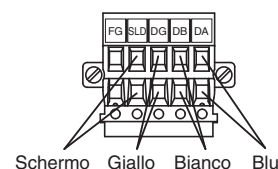

Fig.1
- (1) Assicurarsi di collegare i cavi di segnale ai rispettivi terminali (fare riferimento alla fig. 1). Fissare correttamente in base a una coppia di serraggio compresa tra 0,5 e 0,6 [N·m].